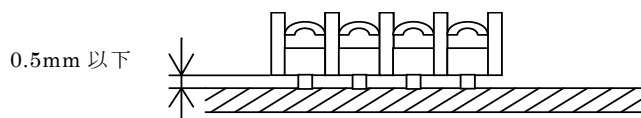

図 3-5
- (e) 端子台は、図 3-5 に示すように密着して取付けること。